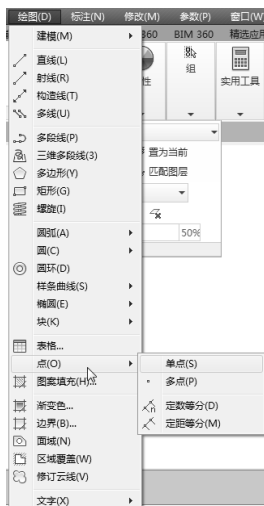
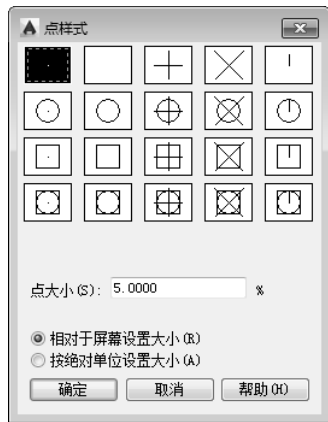

图 2-1 “点”子菜单
图 2-2 “点样式”对话框
(1) 通过菜单方法进行操作时(如图 2-1 所示)，“单点”命令表示只输入一个点，“多点”命令表示可输入多个点。
(2) 可以单击状态栏中的“对象捕捉”开关按钮, 设置点的捕捉模式, 帮助用户拾取点。
(3) 点在图形中的表示样式, 共有 20 种。可通过命令 DDPTYPE 或选择菜单栏中的“格式”→“点样式”命令, 打开“点样式”对话框来设置点样式, 如图 2-2 所示。